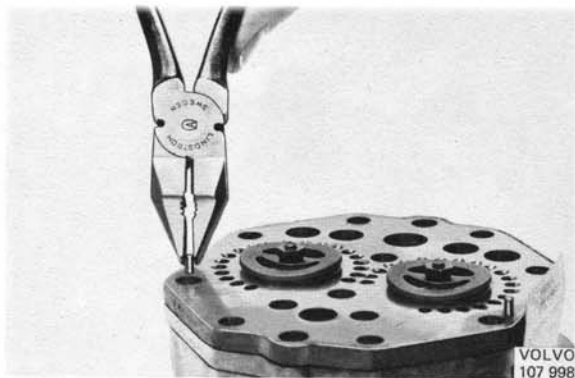

Abb. 55 Ausbau der Führungsstifte
4. Führungsstifte (1, Abb. 55) entfernen und die Ventilplatte abheben. Wenn die Ventilplatte fest sitzt kann durch leichte Schläge mit einem Kunststoffhammer auf die abstehenden Ecken der Platte nachgeholfen werden.